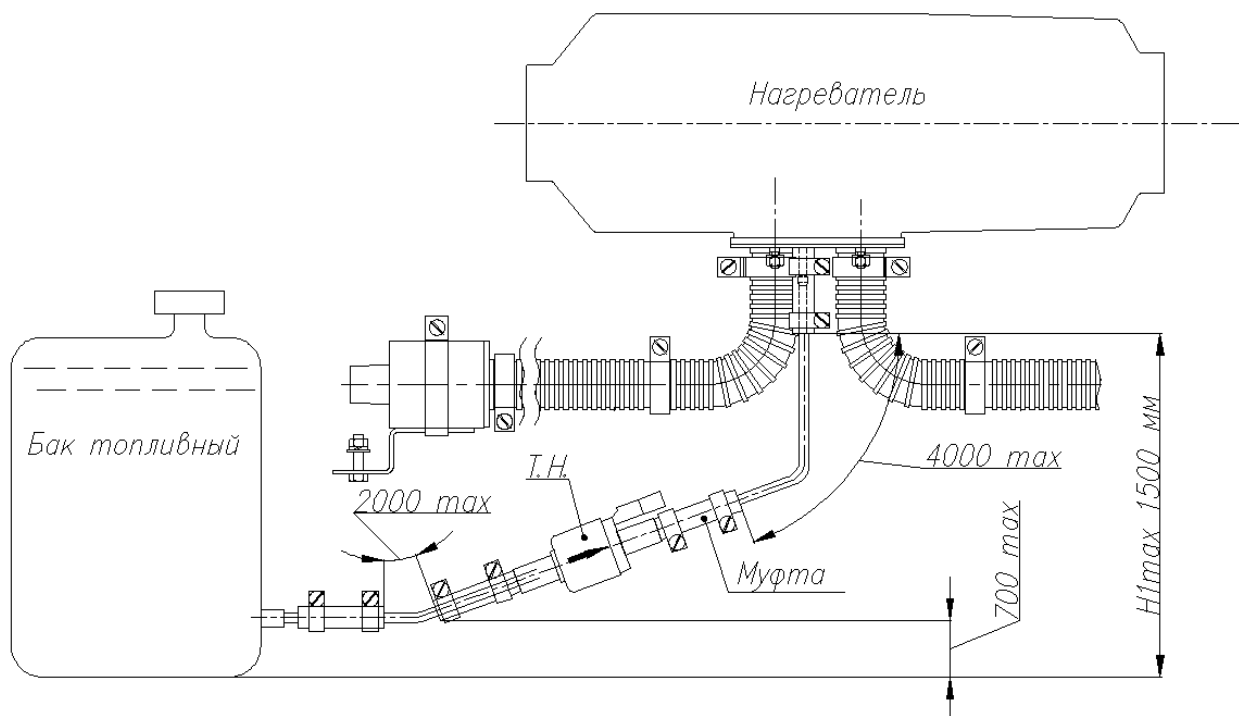
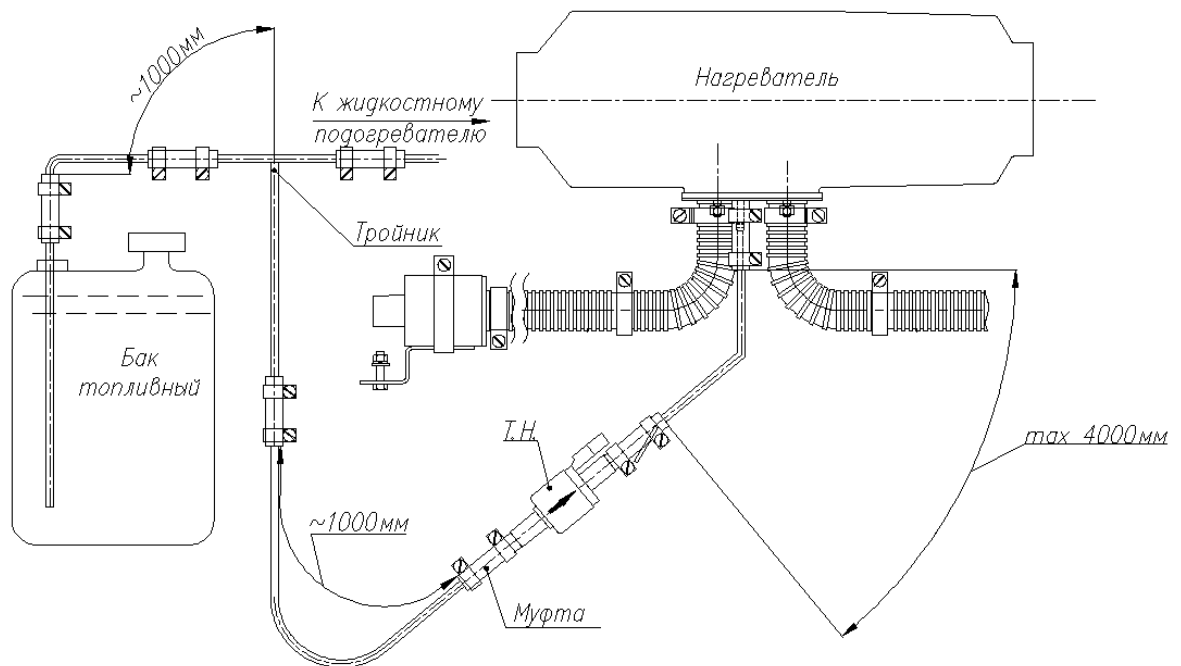

Рис.7 Схема монтажа топливной системы отопителя с индивидуальным топливным баком
Рис.8 Схема монтажа топливной системы отопителя
системе автомобиля или отопитель подключается к индивидуальному топливному баку, схема топливной системы приведена на рис.7 и рис.8
- топливную трубку нагревателя предпочтительней располагать выше максимального уровня топлива в топливном баке (см. рис. 7, рис.8);
Схемы относительного расположения топливного бака, топливного насоса и нагревателя показаны на рис.7 и рис.8